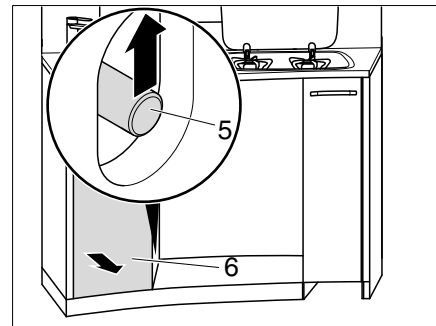

Fig. 129 Déverrouiller le tiroir de cuisine haut
- Passer une main dans l'ouverture et pousser la tige de poussée (Fig. 129,5) vers le haut.